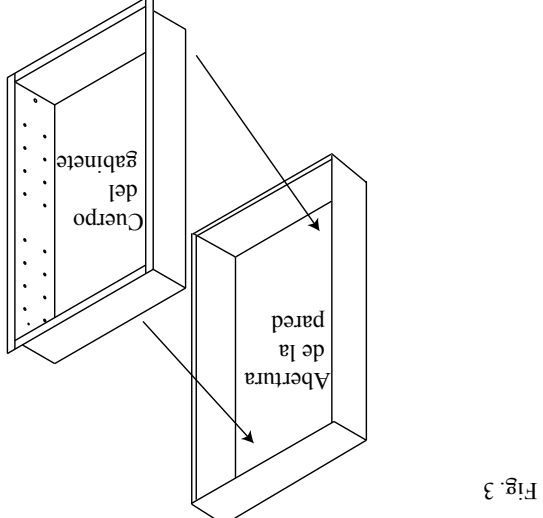
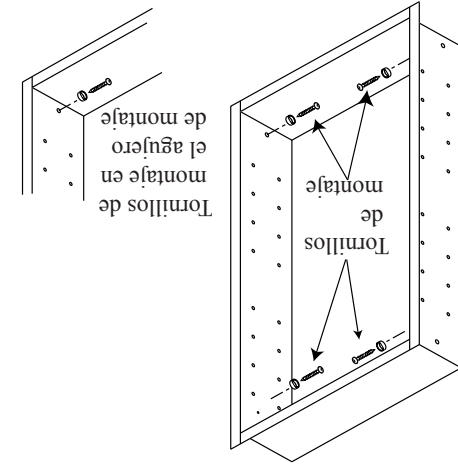

Fig. 3
Fig. 4
5. Nota: Para mas facilidad en la instalacion, se recomiendan dos personas. Meta el gabinete en la abertura de la pared. (Fig. 3) Asegurese que este vertical y al nivel. Si es necesario, rebaje las esquinas del gabinete. Asegure la pared atravez de los cuatro (+) hoyos para montar que se encuentran dentro del gabinete usando los tornillos que estan dentro de las bases de plastico. (Fig. 4) No apriete excesivamente los tornillos de montaje ya que la parte lateral se puede doblar y prevenir la instalacion adecuada de los estantes. Apriete hasta que los tornillos esten parejos con el gabinete.